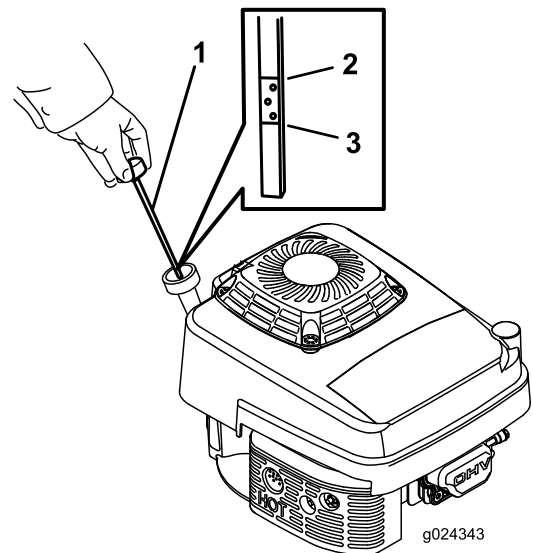

Figure 8
- Tournez le bouchon dans le sens antihoraire et sortez la jauge (Figure 8).
7. Relevez le niveau d'huile indiqué sur la jauge (Figure 8).